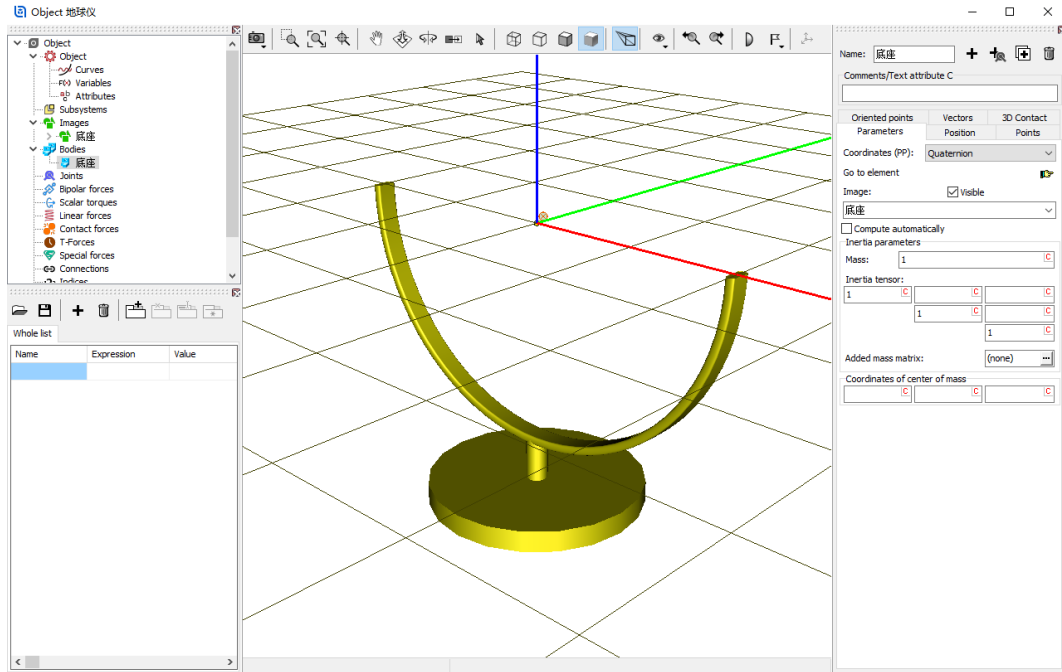

图 2-11
- 5) 在交互界面顶部 **Name** 处将该刚体重名为**底座**，在 **Parameters** 页面下部 **Mass** 处定义质量（国际单位：kg）为 **1**，在 **Inertia tensor** 处定义刚体相对其惯性主轴的转动惯量（国际单位：kg·m²）分别为 **1, 1, 1**，如图 2-11。